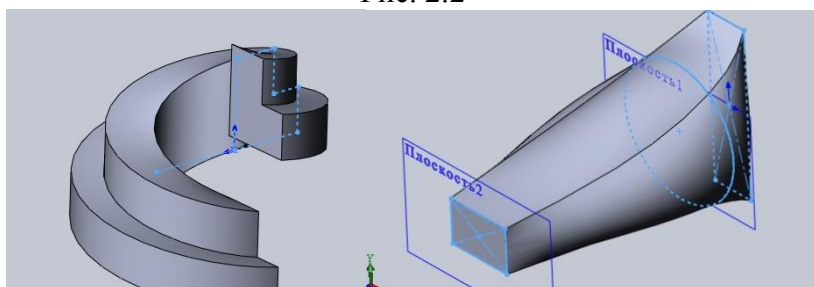

Рис.2.3
- Створення об'єктів по заданій траєкторії (рис.2.3);
- Створення об'єктів по заданим перерізам (рис.2.3).